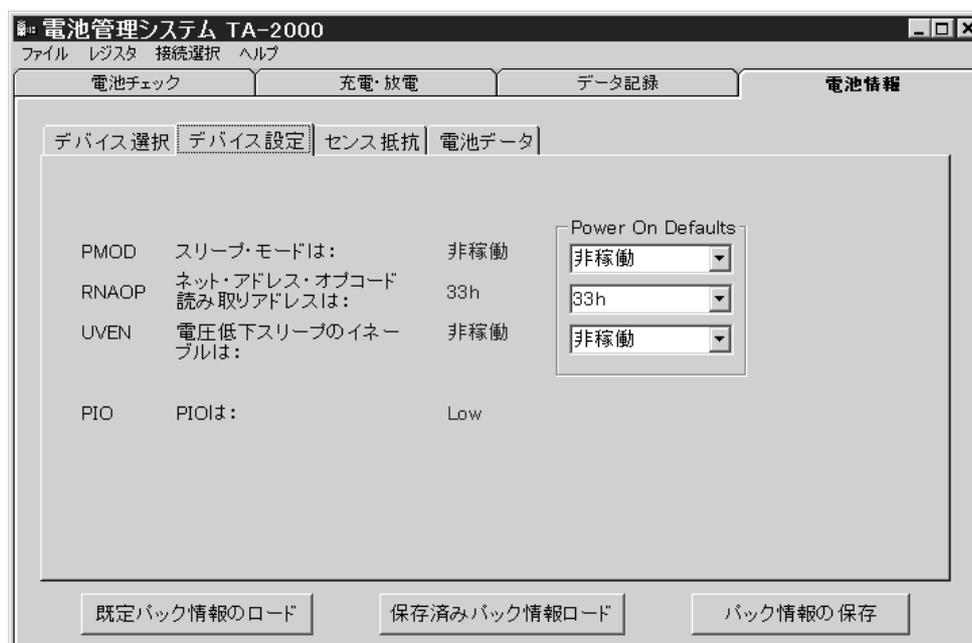

図 11 . デバイス設定画面
2. 「デバイス設定」のサブタブをクリックすると、図 11 が表示されます。「Power On Defaults」という 3 つの設定が出来る選択メニューがありますが、この設定を変えないでください。PMOD (パワーモード) はスリープにならないように、ネットアドレスオブコードの読み取りアドレスは 33h に、UVEN (電圧低下イネーブル) はイネーブルに設定しています。プログラム機能を使用しませんので、PIO (プログラム I/O) ビットはローになっています。ここでも「既定パック情報のロード」、「保存済みパック情報ロード」、「パック情報の保存」、「データ読み込み」及び「データ書き込み」は使用しません。